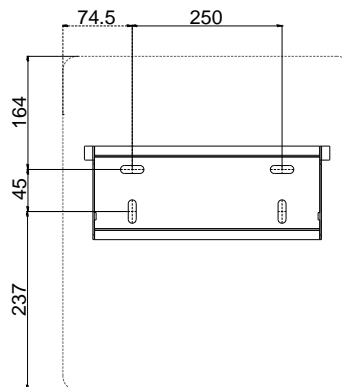

FIG.6-6 Posições de perfuração (L x A, 399 x 446mm)
1) Utilize o suporte de montagem na parede como modelo e marque as posições dos furos, depois faça os 4 furos conforme a FIG. 6-6. (Diâmetro = 11mm, Profundidade \geq 55mm).
Nota: As dimensões externas (L x A) do inversor são mostradas como uma linha tracejada na FIG. 6-6.